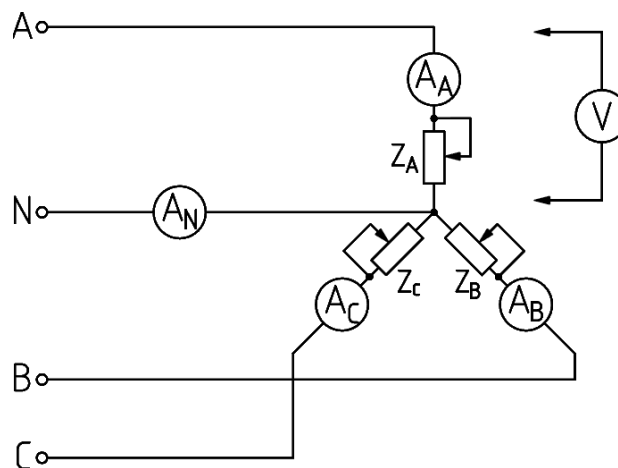

Рисунок 4. Схема для исследования трехфазной электрической цепи при соединении приемника звездой
2.1. В схеме (рисунок 4) создать несимметричную нагрузку фаз, изменяя сопротивления резисторов.